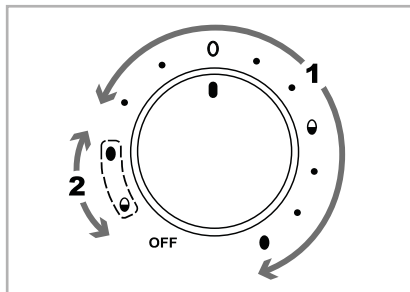

Fig. 1
- Gire el regulador giratorio **9** hasta ajustarlo en la posición que se corresponda con el nivel de cocción deseado para los huevos. Utilice el rango de ajuste "1" (consulte la fig. 1) con los símbolos y los puntos correspondientes colocados delante:
Para el primer proceso de cocción, utilice el rango de ajuste "1" con los símbolos y los puntos correspondientes colocados delante. Para el segundo proceso de cocción, utilice el rango de ajuste "2" con los símbolos que aparecen rodeados (consulte la fig. 1).
- 2) Ajuste el regulador giratorio ⑨ en la posición que se corresponda con un nivel de cocción inferior para los huevos que deban quedar menos cocidos (utilice el rango de ajuste "1"; consulte la fig. 1). Tras esto, el piloto de control ⑩ se ilumina y se inicia el proceso de cocción.
- 3) Cuando los huevos hayan alcanzado el primer nivel de cocción en el que queden menos cocidos, se emitirá una señal acústica. Gire el regulador giratorio ⑨ hasta ajustarlo en la posición "OFF" para apagar el aparato. Tras esto, el piloto de control ⑩ se apaga.
- 4) A continuación, retire la tapa ③ y extraiga cuidadosamente los huevos que deban quedar menos cocidos.
- 5) Vuelva a colocar la tapa ③ y gire el regulador giratorio ⑨ hasta ajustarlo en la posición de los símbolos rodeados (rango de ajuste "2", consulte la fig. 1) que se corresponda con el nivel de cocción deseado para los huevos restantes: